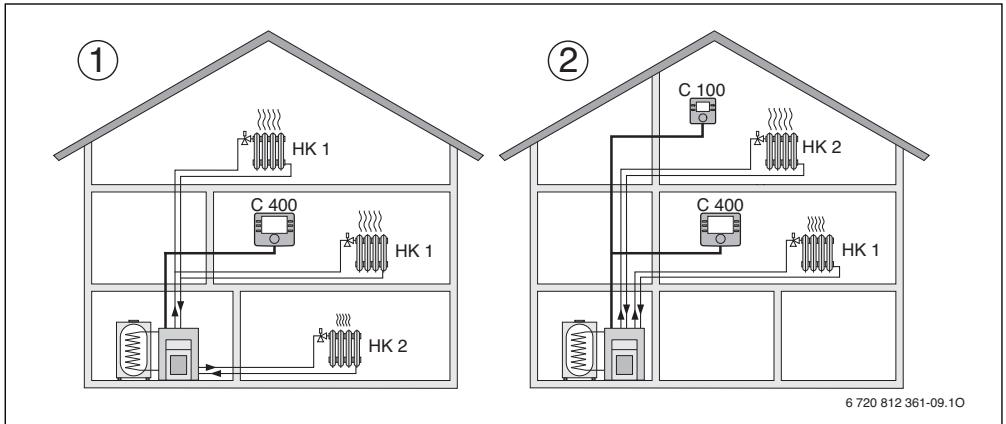

Bild 1 Beispiele für Heizungsanlagen mit einem Heizkreis oder mit zwei Heizkreisen
- Wohnung in Kombination mit einer Werkstatt (→ Bild 1, [1])
- Haus mit Einliegerwohnung mit CW 400/CW 800 als Regler und CR 100 als Fernbedienung (Installation der CR 400 im Referenzraum des Hauses, CR 100 im Referenzraum der Einliegerwohnung, → Bild 1, [2])